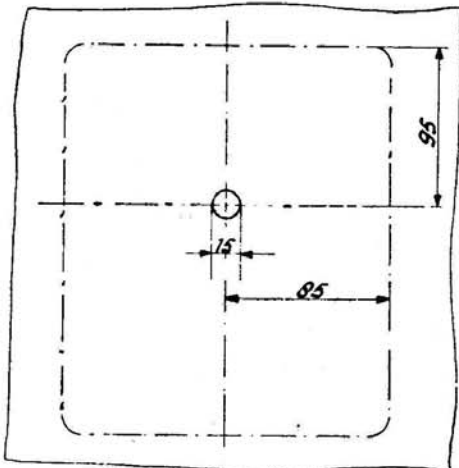

Fig. 3
- a. Au moyen d'un boulon central. Les mesures fixant l'emplacement du trou à forer sont indiquées sur la fig. 3.